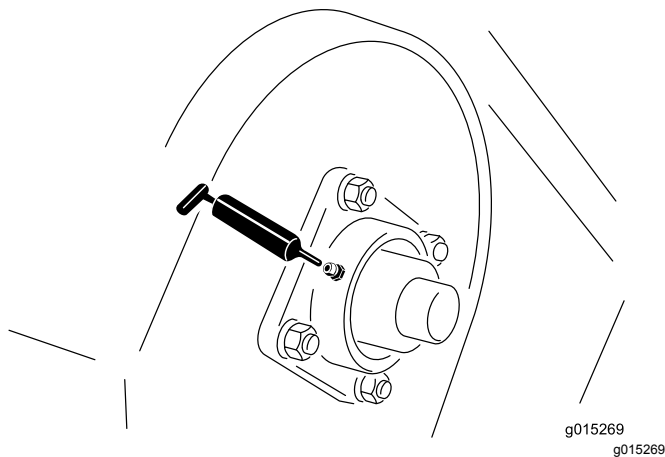

Figura 12
2. Introduza massa lubrificante no rolamento ou casquilho (Figura 11, Figura 12 e Figura 13).